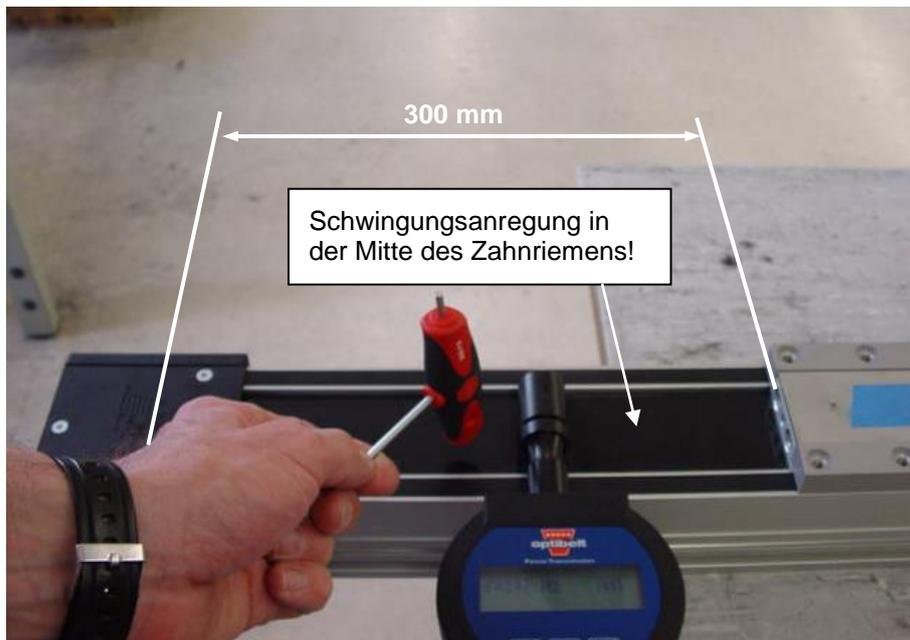

Abbildung 13: Messung am Modul 80/15 ZR10 durchführen
- (1) Montieren Sie den neuen Riemen.
- (2) Bewegen Sie den Schlitten von Hand mindestens zehnmal hin und her (drücken Sie dabei den Riemen von Hand mehrmals nach unten).
- (3) Führen Sie die Messungen wie in *Abbildung 13* gezeigt durch.